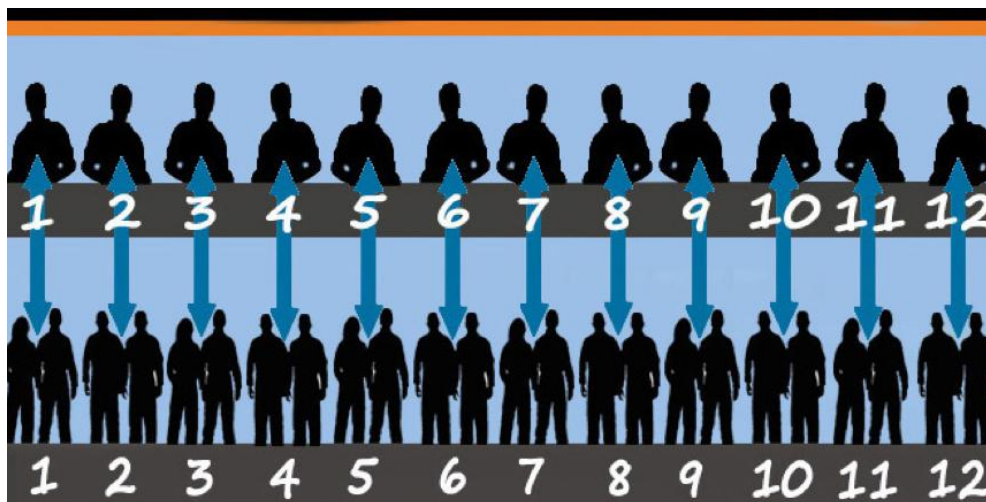

Figura 6 : Disposizione corretta dei Piloti e Meccanici
d) Prima della partenza della Finale, per ciascuna categoria, verrà eseguita la foto e la presentazione al pubblico dei Piloti finalisti da parte del Direttore di Gara. Durante la chiamata, il Pilota, dovrà salire sul palco e scegliersi il posto di maggiore preferenza per la sua guida. Successivamente, i Meccanici (o Meccanico) ad esso associati, dovranno occupare, ove possibile, la casella della corsia dei box di rifornimento corrispondente e situata sotto al Pilota. (vedi Figura 6 presente capitolo)